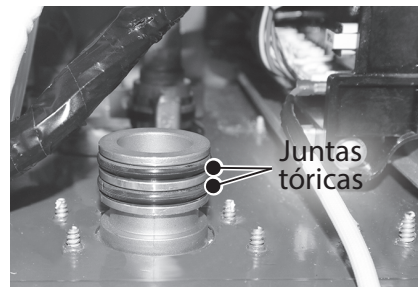

Figura 80 - Juntas tóricas del conector de entrada de gas
- 8 Ubique las dos juntas tóricas del conector de entrada de gas y el nuevo conector de entrada de gas que se incluye con el kit. Instale las nuevas juntas tóricas al nuevo conector de entrada de gas. Consulte la Figura 80.